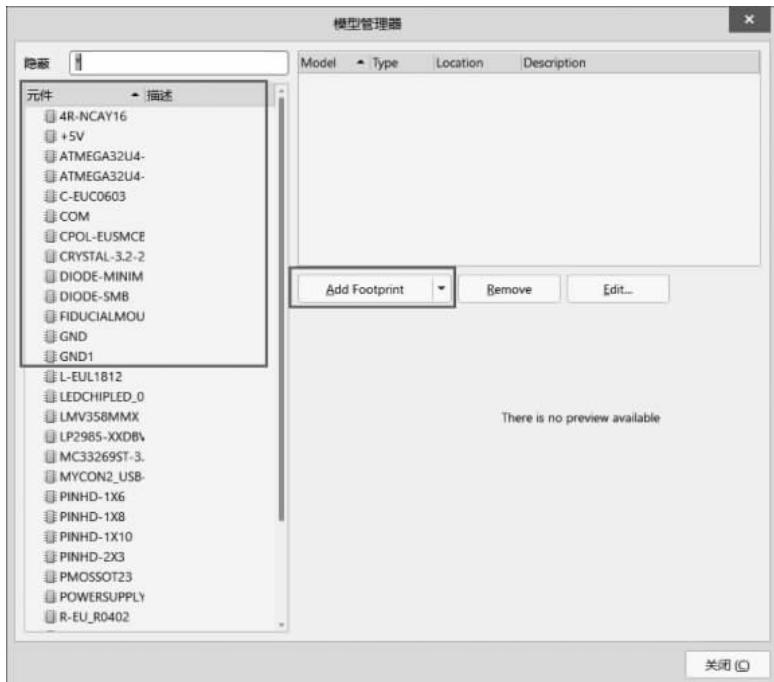

图 3-64 模型管理器
(1) 执行菜单栏中“工具”→“符号管理器”命令，或单击工具栏中的“符号管理器”按钮。
(2) 在弹出的“模型管理器”对话框中(如图 3-64 所示),左侧以列表的形式给出了元件,右边的 Add Footprint 按钮则是用于为元件添加对应的封装。